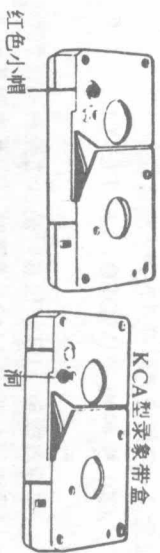

图 2 磁带盒上的防护装置 图 3 可静象磁带
(2) 磁带盒背面有一个防止误录装置，是一个按扣式的红色小帽 (见图 2)。取下它时，磁带装入录像机后不能录象，原记录内容得到保护。